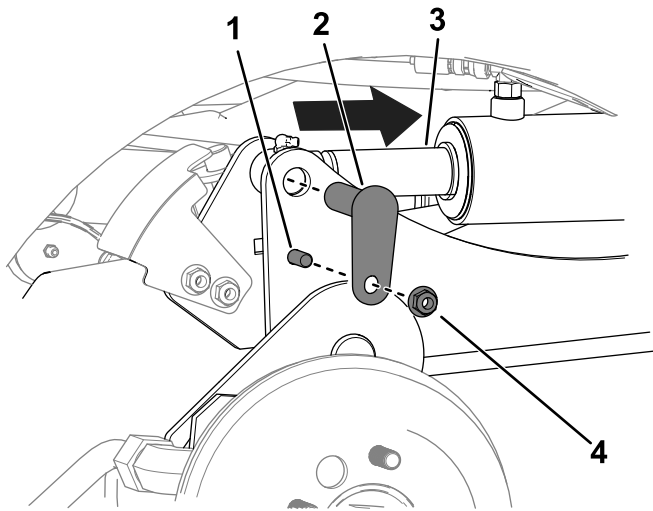

Figura 10
orificios de los brazos de elevación (Figura 10).
D. Utilice 2 pernos ($\frac{3}{8}$ " x $1\frac{1}{4}$ "), 2 tuercas ($\frac{3}{8}$ ") y 2 pasadores pequeños para sujetar los brazos de elevación a los cilindros (Figura 10).